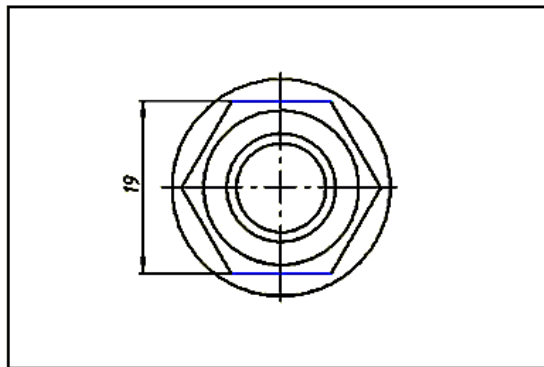

Рис. 3.104. Нанесение размера «под ключ»
17. Нанесите размеры. Для этого выберите на ленте вкладку «Пояснение (ESKD)» ► панель «Размеры» ► команду «Размеры» . В графическом окне выберите геометрию и перетащите курсор для отображения размера. Для установки размера в соответствующую позицию щелкните левой кнопкой мыши (рис. 3.104).